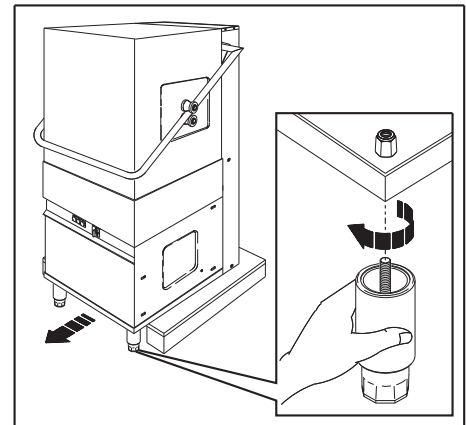

Fig. 4
- Traslade la máquina en la paleta hasta liberar dos de los cuatro agujeros dispuestos para introducir los pies de soporte (fig. 4).
Coja uno de los pies suministrados y enrosque el tornillo en uno de los dos soportes liberados (fig. 4).
Monte el segundo pie siguiendo el mismo procedimiento (fig. 4).